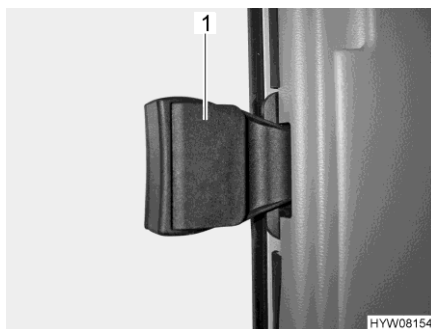

Fig. 56 Fenêtre côté passager
- Ouvrir la poignée (Fig. 56,1).